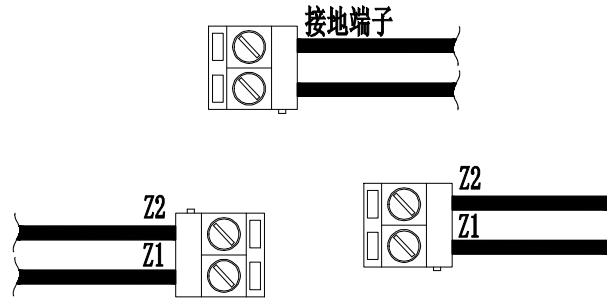

图3 接线端子示意图
4. 将电缆芯剥去外皮留出金属导线 5mm ，将电缆的金属线头与上盖内的接线端子相连接（见图3）。整理电缆，使位置长度适合，然后用扳手将对丝拧紧。